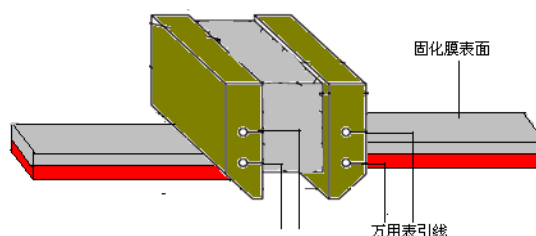

图 1 表面电阻检测示意图
- 3) 将表面探针水平覆盖到胶条的固化膜表面，确保固化膜表面的整个宽度与表面探针完全接触（见图 1）；